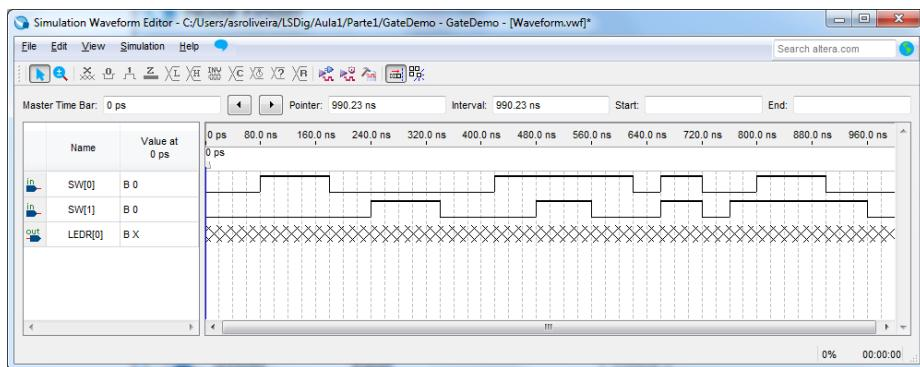

Figura 19 – Janela do simulador após a especificação das formas de onda dos sinais (vetores) de entrada.
- 12.** Após premir “OK” poderá especificar os valores pretendidos para as entradas do circuito ao longo do tempo – o(s) valor(es) da(s) síntese(s) será(ão) determinado(s) durante a simulação. Utilize para tal o rato, selecionando os troços do diagrama temporal do sinal pretendido com o valor lógico que deseja que ele assuma (Figura 19).